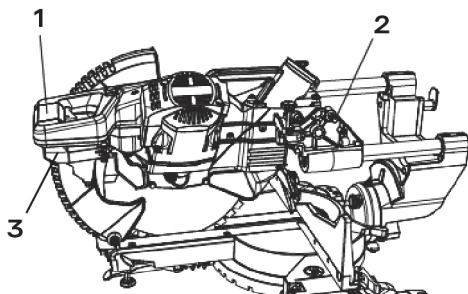

рис. 2
1. Нажать на блокирующий рычаг кожуха диска (3) и слегка надавить на ручку выключателя (1), затем опустить режущий блок в крайнее нижнее положение.
2. Вставить фиксирующую защелку (2) в фиксирующее отверстие (рис. 2).
1. Слегка надавить на ручку выключателя (1) (рис. 2).
2. Вытянуть фиксирующую защелку (2).